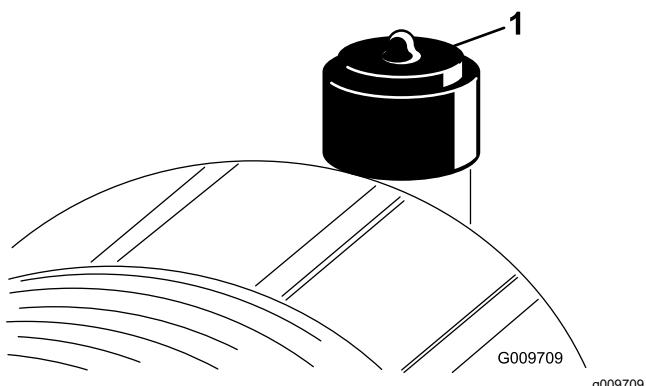

Bild 56
Warten Sie den Luftfilter nur, wenn die Wartungsanzeige dies angibt (Bild 56). Das frühzeitige Auswechseln des Luftfilters erhöht nur die Gefahr, dass Schmutz in den Motor gelangt, wenn Sie den Filter entfernen.
2. Stellen Sie die Anzeige (Bild 56) zurück, wenn sie auf Rot steht.